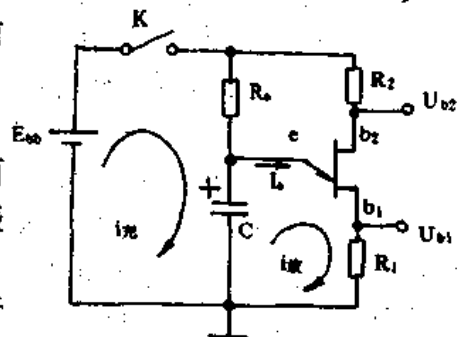

图 8-4 自激多谐振荡器电路
(1) 电路介绍。自激多谐振荡器电路如图 8-4 所示， $E_{bb}$  为两基极外加电源，正极接  $b_2$ 、负极接  $b_1$ ， $R_e$  为发射极电阻， $C$  为储能电容， $R_e C$  构成振荡器的定时电